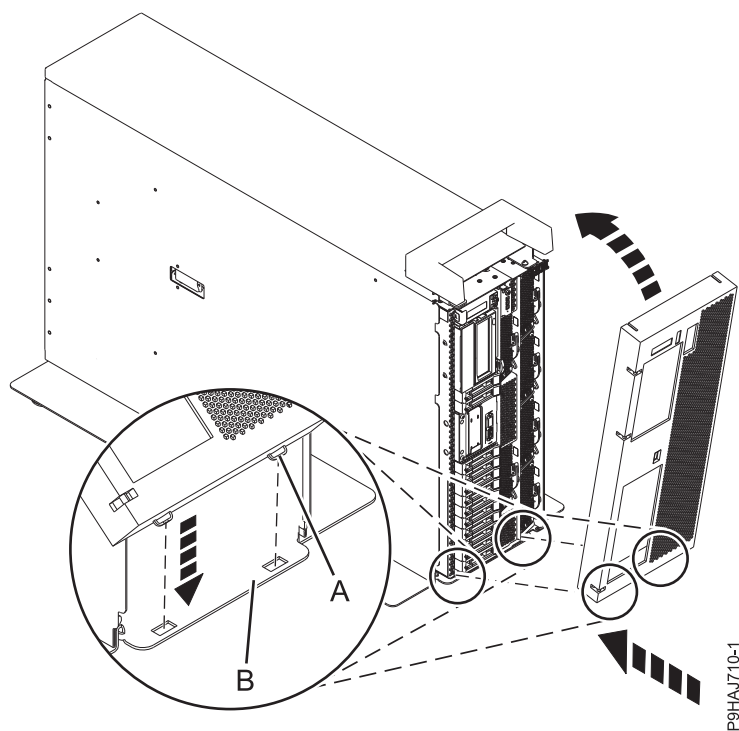

Figura 23. Instal·lació de la coberta i la porta frontals
2. Alineu la coberta fins que les dues pestanyes de la coberta (A) quedin col·locades dins les ranures de la placa base (B), tal com es mostra a la Figura 23 a la pàgina 40.